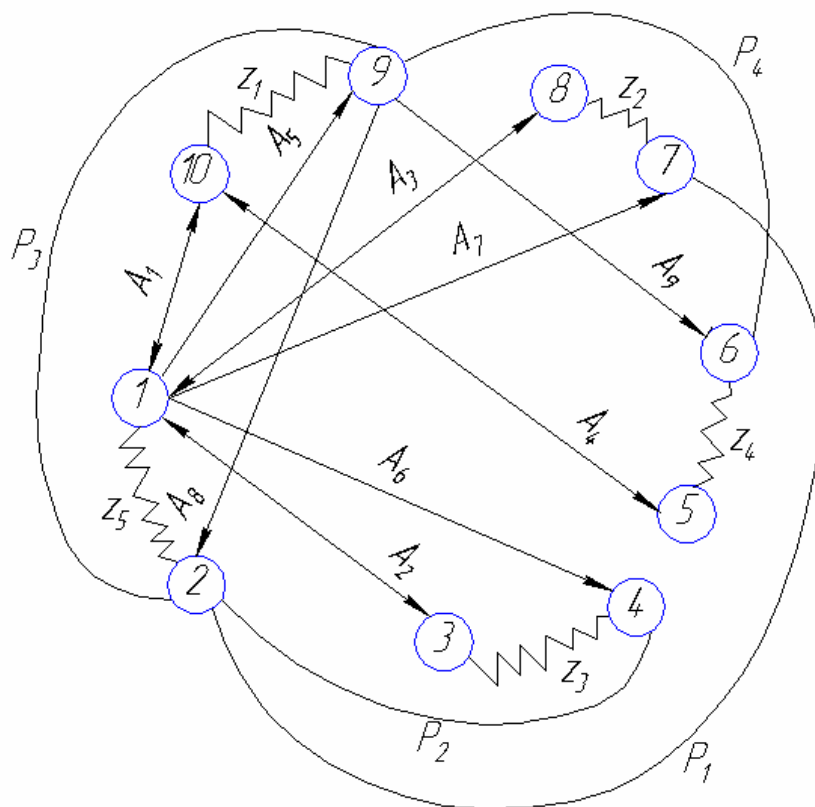

Рисунок 6 - Граф
3.3 Построение графа техпроцесса с целью качественного контроля правильности создания размерной схемы (рисунок 6). Выявление уравнений размерных цепей и их качественный анализ.